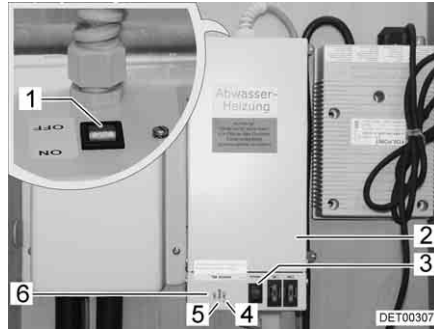

Fig. 130 Transformador con aparato regulador
Según el modelo, el transformador de 230 V AC/12 V DC (Fig. 130,2) estará instalado en el armario ropero o en el baúl del grupo de asientos.
- La luz de control (Fig. 130,5) se enciende de color verde: Regulación en funcionamiento
- Las luces de control (Fig. 130,4 y 6) se encienden rojas: Las tuberías de aguas residuales se calientan
La carcasa tiene un pulsador de prueba (Fig. 130,3) integrado con el cual se puede poner en funcionamiento brevemente el aparato regulador. Presionando el pulsador de prueba se puede comprobar el funcionamiento del calentamiento aún cuando la temperatura ambiente sobrepase los 5 °C.
- Poner el interruptor (Fig. 130,1) en el transformador (Fig. 130,2) en "ON".
- Poner el interruptor (Fig. 130,1) en el transformador (Fig. 130,2) en "OFF".